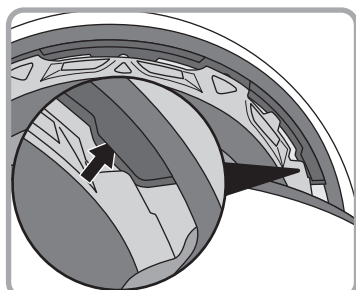

Fig. 1
- ① Inserire l'imbottitura come mostrato nella Fig.1.